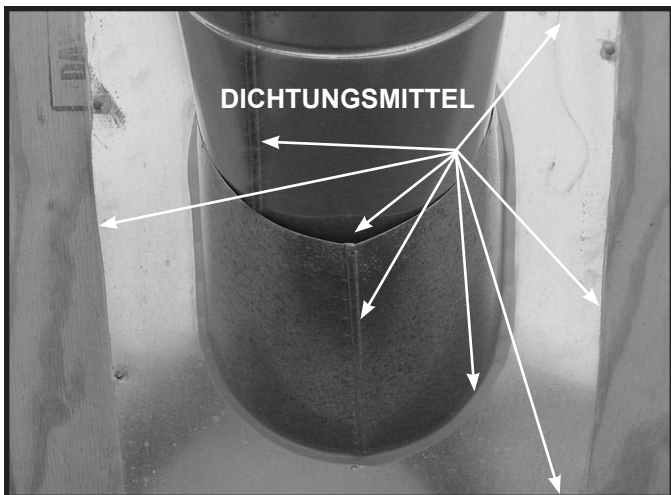

Abbildung 10.17
- Schieben Sie das Dachblech wie in Abbildung 10.17 gezeigt über die Rohrelemente, die durch das Dach ragen.
- Dichten Sie die Umfassung des Dachblechs ab, wo es die Dachoberfläche berührt. Siehe Abbildung 10.17.